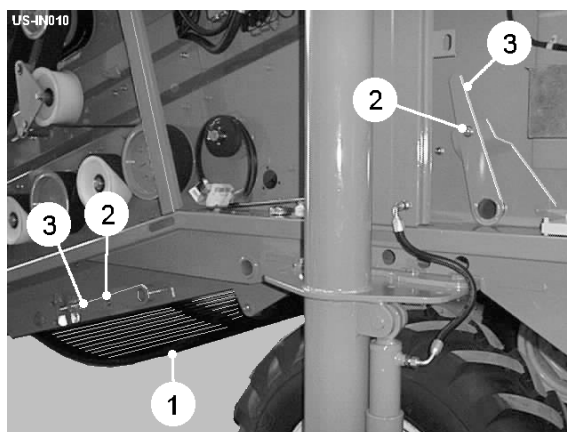

Fig 9
Underweb (item, fig 9) monteret under stjernerne overfører stenene og klodsens til tværtransportøren. En række bælter er tilgængelige, der passer til forskellige forhold. Manuelle omrørere foran og bag er monteret, som kan justeres for at øge / mindske mængden af omrøring. For at justere skal du fjerne holderboltene (item 2 fig 9) og dreje omrøringsgrebene (item 3, fig 9) til den ønskede position. Ved at dreje omrøringsgrebene med uret mindskes omrøringen.